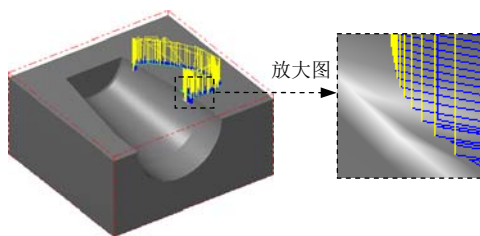
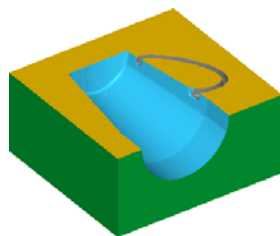

图 21.52 刀具路径
图 21.53 仿真结果
(1) 在“曲面精加工等高外形”对话框中单击 **等高外形精加工参数** 选项卡，在 **Z 轴最大进给量** 文本框中输入值 0.2。
(2) 在 **两区段间的路径过渡方式** 区域选中 **斜插** 单选项，在 **斜插长度** 文本框中输入值 5.0；选中 **✓ 切削顺序最佳化** 复选框。
(3) 选中 **✓ 平面区域** 复选框，单击 **平面区域(P)...** 按钮，系统弹出“平面区域加工设置”对话框，在 **加工平面区域的步** 文本框中输入值 0.1。单击 **✓** 按钮，系统返回至“曲面精加工等高外形”对话框。
Step13. 单击“曲面精加工等高外形”对话框中的 **✓** 按钮，完成加工参数的设置，此时系统将自动生成图 21.52 所示的刀具路径。
(1) 在 **刀具路径管理器** 选项卡中单击 **✓** 按钮，然后单击 **🔍** 按钮，系统弹出“Mastercam Simulator”对话框。
(2) 在“Mastercam Simulator”对话框中单击 **▶** 按钮，系统将开始进行实体切削仿真，结果如图 21.53 所示，单击 **✕** 按钮。